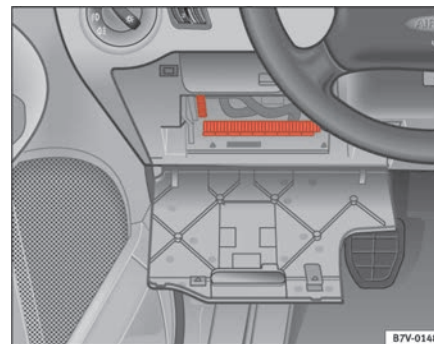

Fig. 162 Lado izquierdo del tablero de instrumentos: caja de fusibles
- Desmonte la tapa de la caja de fusibles $\Rightarrow$ fig. 162.